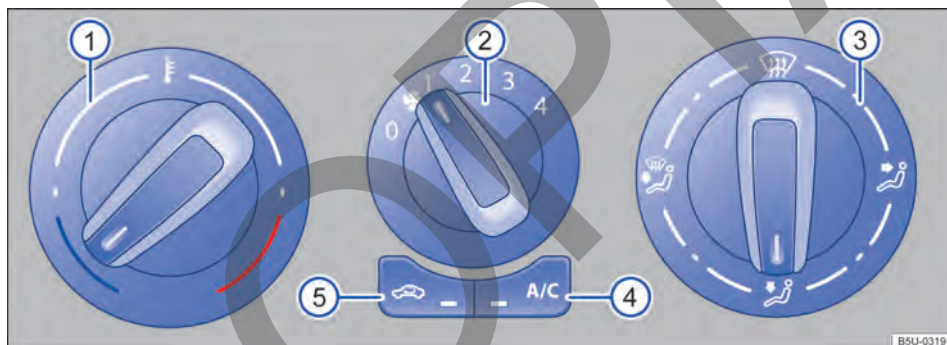

Fig. 71 Comandos del aire acondicionado.
- *Aire acondicionado*: girar el regulador del ventilador al nivel 0 → fig. 71 ②.
- *Aire acondicionado*: girar el regulador giratorio izquierdo → fig. 71 ① para regular la respectiva temperatura.
- *Aire acondicionado*: girar el regulador del ventilador → fig. 71 ②.
- *Aire acondicionado*: girar el regulador de la derecha → **fig. 71**  a la posición deseada.
- Girar el botón de distribución de aire → fig. 71 ③ a la posición ; en esta posición el modo de recirculación de aire se apaga automáticamente.
- Girar el botón del ventilador ② al nivel 3 o 4.
- Girar el regulador de temperatura ① a la posición deseada.